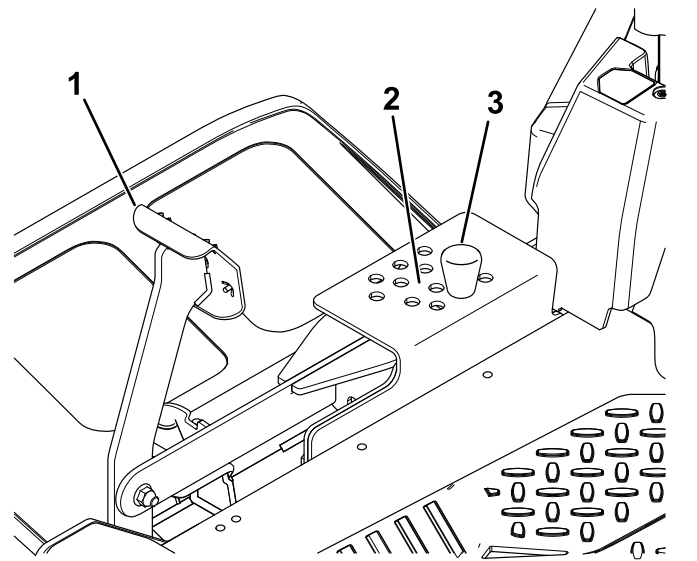

Bild 35
2. Entfernen Sie den Splint zum Einstellen der Schnitthöhe aus der Schnitthöhenhalterung (Bild 35).
3. Wählen Sie ein Loch in der Schnitthöhenhalterung, das der gewünschten Schnitthöhe entspricht, und stecken Sie den Stift wieder ein (Bild 35).